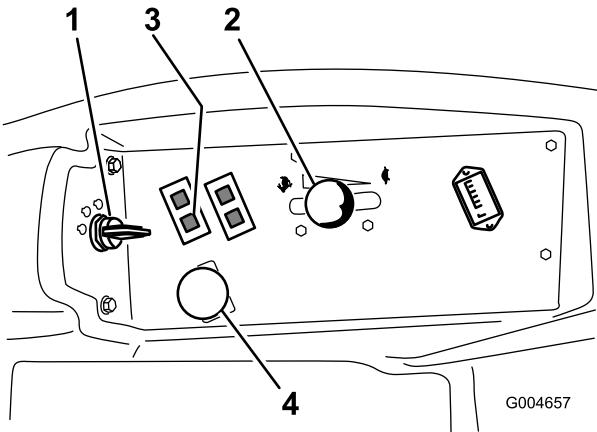

Figura 15
4. Mueva el mando de la TDF (toma de fuerza) a la posición de Desengranado (Figura 15).
5. Ponga la palanca del acelerador en un punto intermedio entre las posiciones Lento y Rápido (Figura 15).